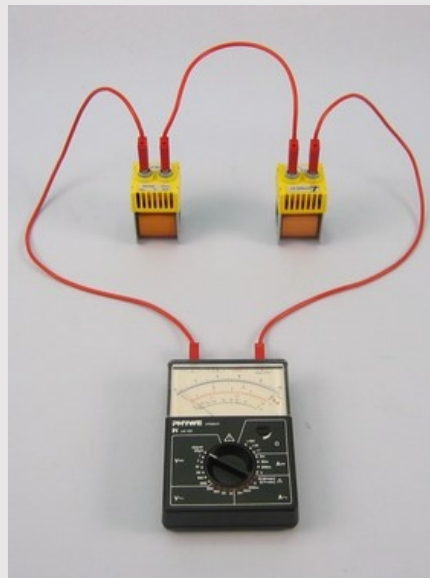

Рис. 1
- Поставте експеримент як показано на рис. 1. Перемістіть стрілку вимірювального приладу з нульового положення якомога далі вправо. (Регулювальний гвинт на нижній стороні вимірювального приладу). Виберіть діапазон вимірювання 100 мВ / 50 мкА.